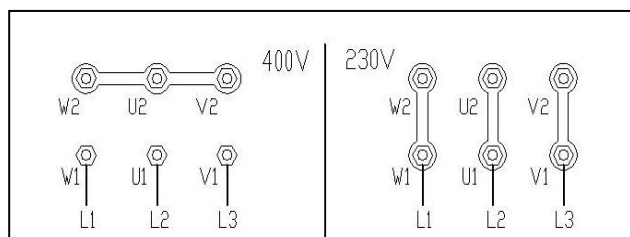

Рис. 23
- Если силовым питанием является напряжение 230В, следует изменить подключение на трансформаторе управления и электрическое и двигателе (рис. 23).